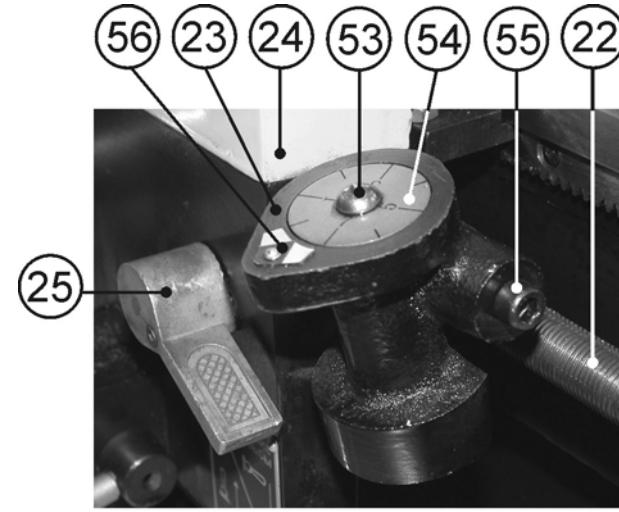

Рис.20
10.7.7. Включите станок (п.10.2). Подведите резец (35) к началу предполагаемой резьбы. Маховиком подачи поперечного суппорта (28) установите глубину резания, не превышая 0,2 мм за один проход (как описано выше в п.10.3). Опустите вниз ручку (25) управления разъёмной гайкой ходового винта, Рис.20. Ручкой переключения направления автоматической подачи (1), Рис.18, установите необходимое направление автоматической подачи и начните нарезание резьбы.
**Не переключайте ручку (25) управления разъёмной гайкой ходового винта при выполнении операции нарезания резьбы до конца изготовления резьбы, Рис.20.**
#### 10.8. Индикатор нарезания резьбы (Рис.20)
10.8.6. Маховиком подачи поперечного суппорта (28), Рис. 2, установите глубину резания, не превышая 0,2 мм за один проход. Опустите вниз ручку (25) управления разъёмной гайкой ходового винта и начните нарезание резьбы, Рис.20.
10.8.7. По мере приближения резца к концу резьбы отведите резец, используя маховик подачи поперечного суппорта (28), Рис. 15. Поднимите вверх ручку (25) управления разъёмной гайкой ходового винта, Рис.20. Вращая маховик ручной подачи каретки (29), Рис.15, отведите каретку назад к началу нарезания резьбы. Наблюдайте за вращающимся диском (54) индикатора (23) нарезания резьбы. По мере совмещения метки (56) на корпусе индикатора (23) нарезания резьбы и ранее выбранного Вами по таблице 5 числа индикаторного диска (54), резко опустите вниз ручку (25) управления разъёмной гайкой ходового винта (начните нарезание резьбы). Повторяйте цикл нарезания резьбы до окончательных размеров.